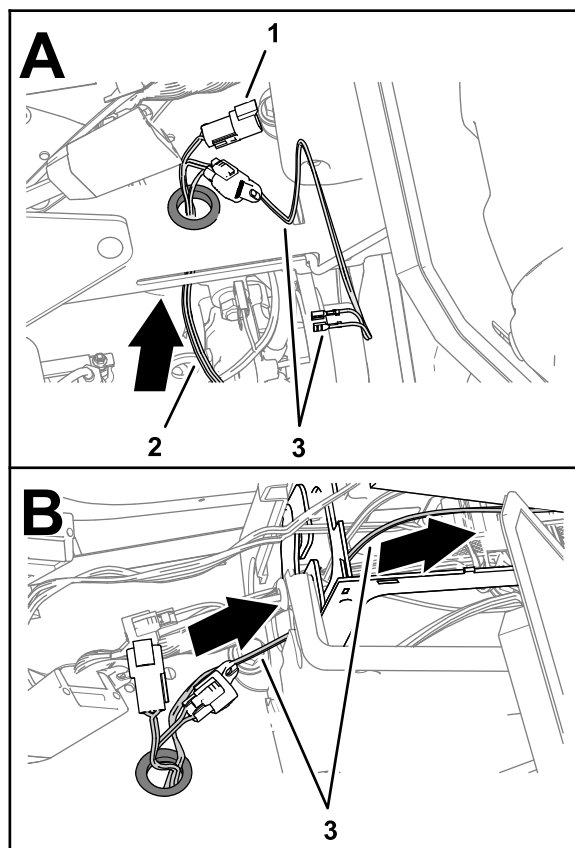

図 106
1. リモート接続スイッチというラベルの付いたワイヤーハーネスの分岐を、16 コンソールベースの穴あけ (ページ 29) で取り付けたグロメット (図 106) に通します。
2. REMOTE ENGAGE SWITCHというラベルの付いたワイヤーハーネスの分岐をセンター コンソールに配線します (図 106)。